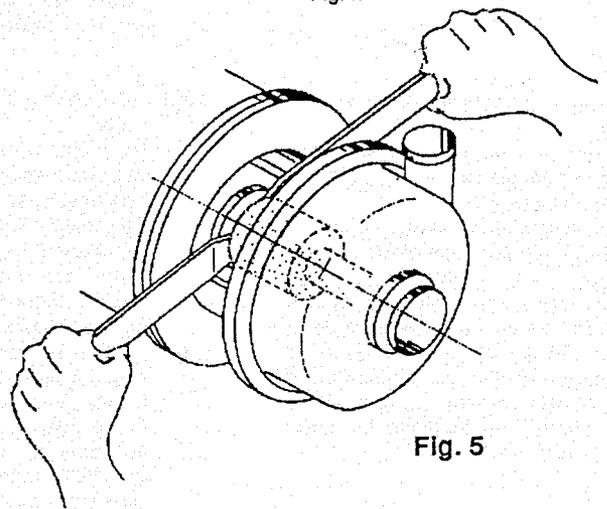

Fig. 5
4.3.8 Ved hjælp af 2 kraftige skruetrækkere placeret mellem motorflangen og muffekoblingen, Se Fig 5: presses pumpeakselen frem indtil løbehjulet støder afstandsskiven mod pumpehuset.
4.3.8 By means of 2 strong screwdrivers placed between the motor end shield and the muffcoupling, see Fig 5, the pump shaft is pressed forward until the adjusting washer is lightly trapped between impeller and body. Due to the "tight slide fit" in the muffcoupling the motor shaft is pulled forward as far as possible. Tighten the muff screws to secure the coupling on to the motor shaft. It is recommended to use a torque wrench.
4.3.8 Mit Hilfe von zwei dicken Schraubenziehern, die zwischen Motorflansch und Muffenkupplung gesteckt werden, siehe Fig 5, wird die Pumpewelle nach vorne gedrückt, bis das Laufrad die Abstandscheibe gegen das Pumpengehäuse geschoben hat.